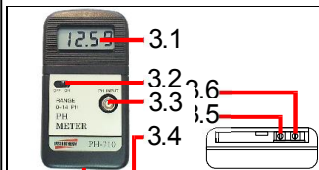

Fig. 1
- Regule o trimpot 3.5 (fig.1) de ajuste PH4 (CAL) até que o valor seja = 4,00.
- Coloque eletrodo na solução PH7,00, regule o trimpot de ajuste PH7 (CAL) (3.6 fig. 1) até que o valor da leitura seja igual a 7,00.
- Regule o ajuste do VR (3.6 fig. 1) (CAL) PH7 até que o valor da leitura seja igual ao valor da solução padrão acima.